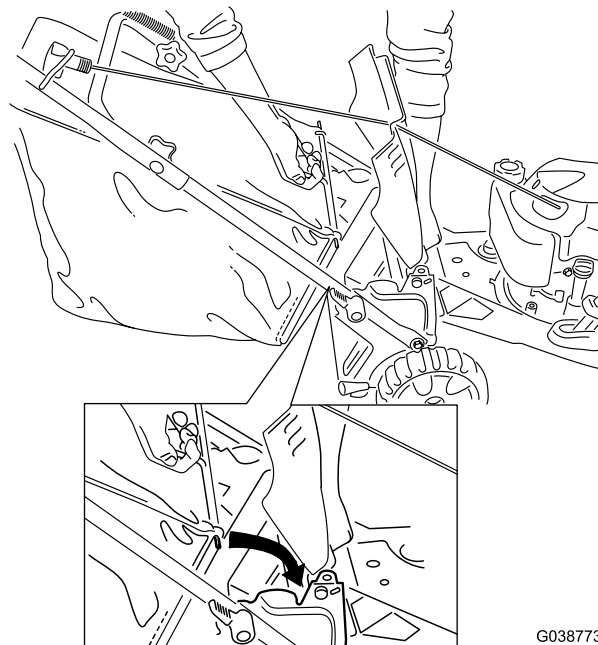

Рисунок 19
2. Поднимите и удерживайте в верхнем положении задний отражатель, установите травосборник в выемки и опустите задний отражатель (Рисунок 19).